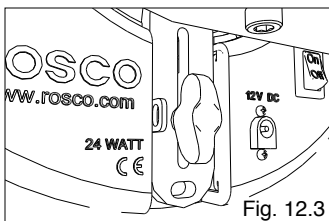

Fig. 12.3
3. Faire glisser le Loop vers le haut ou vers le bas pour atteindre la position désirée et serrer la Vis de Sécurité à Oreilles Figure 12.3